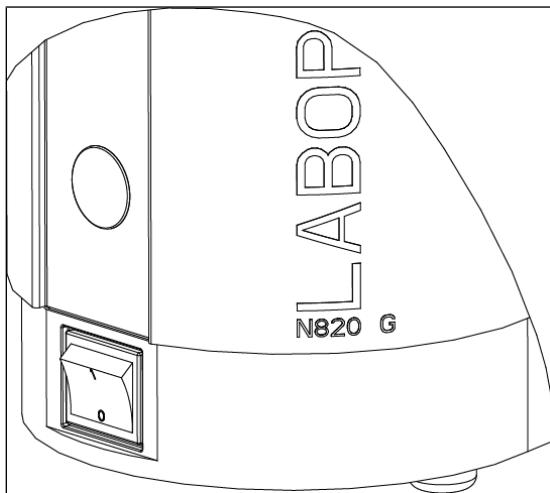

Abb.5: Pumpe ein- und ausschalten mit Netzschalter
- Schalten Sie die Pumpe mit dem Netzschatzer ein (siehe Abb. 5).